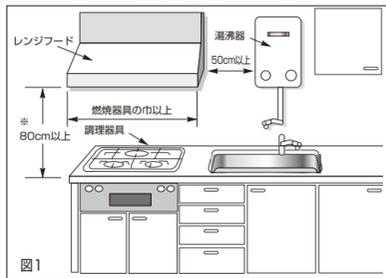

図1
- なったり、高熱による故障の原因になります。(図1)
- 湯沸器の上部は高温になるので、湯沸器の真上には取付けしないでください。(図1)